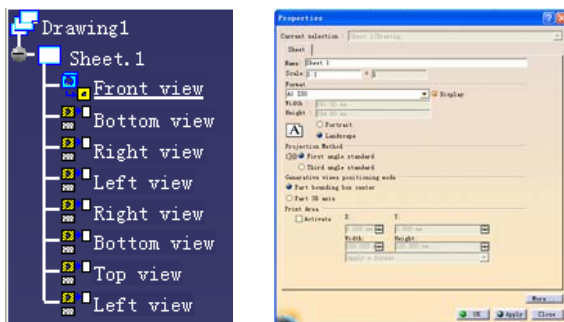

图 7-4
(4) 窗口左上方 Tree 的 Sheet.1 中，按鼠标右键，在 Properties 中可设定比例等其他属性（见图 7-4）。